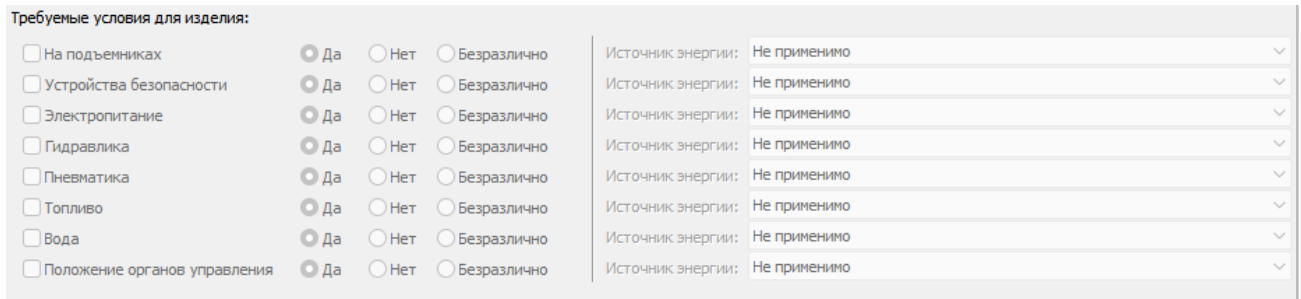

Рисунок 551
5) Требуемые условия для изделия недоступны для редактирования. (рисунок 551).